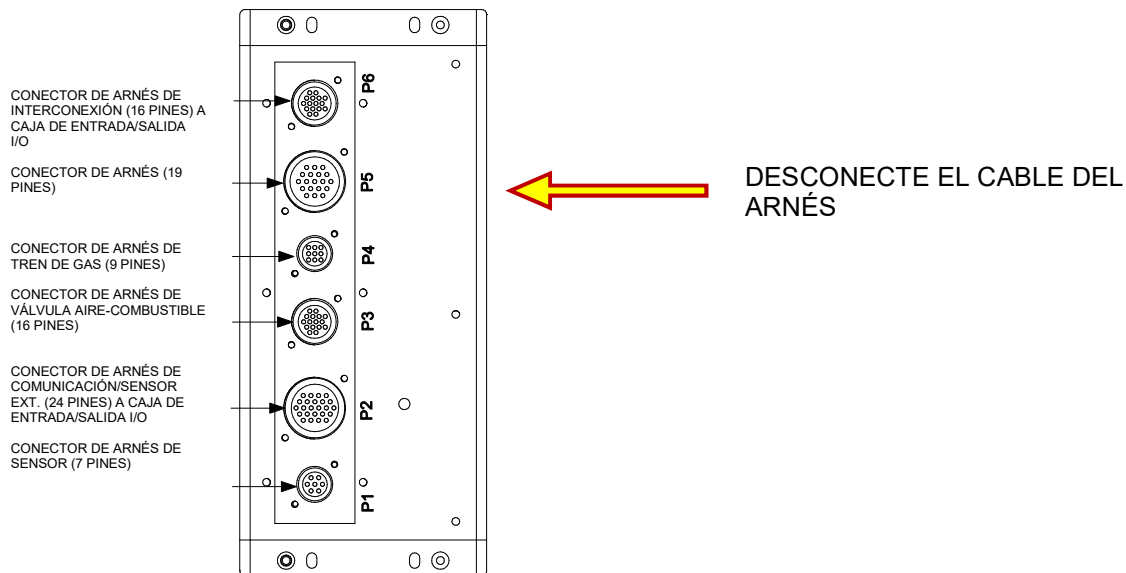

Figura 4-10: Retire el cable del arnés del conector P5 en el panel frontal C-More.
2. Retire el conector del cable del arnés (macho) del conector P-5 (hembra) en el panel frontal del Controlador C-More (ver Figura 4-10).